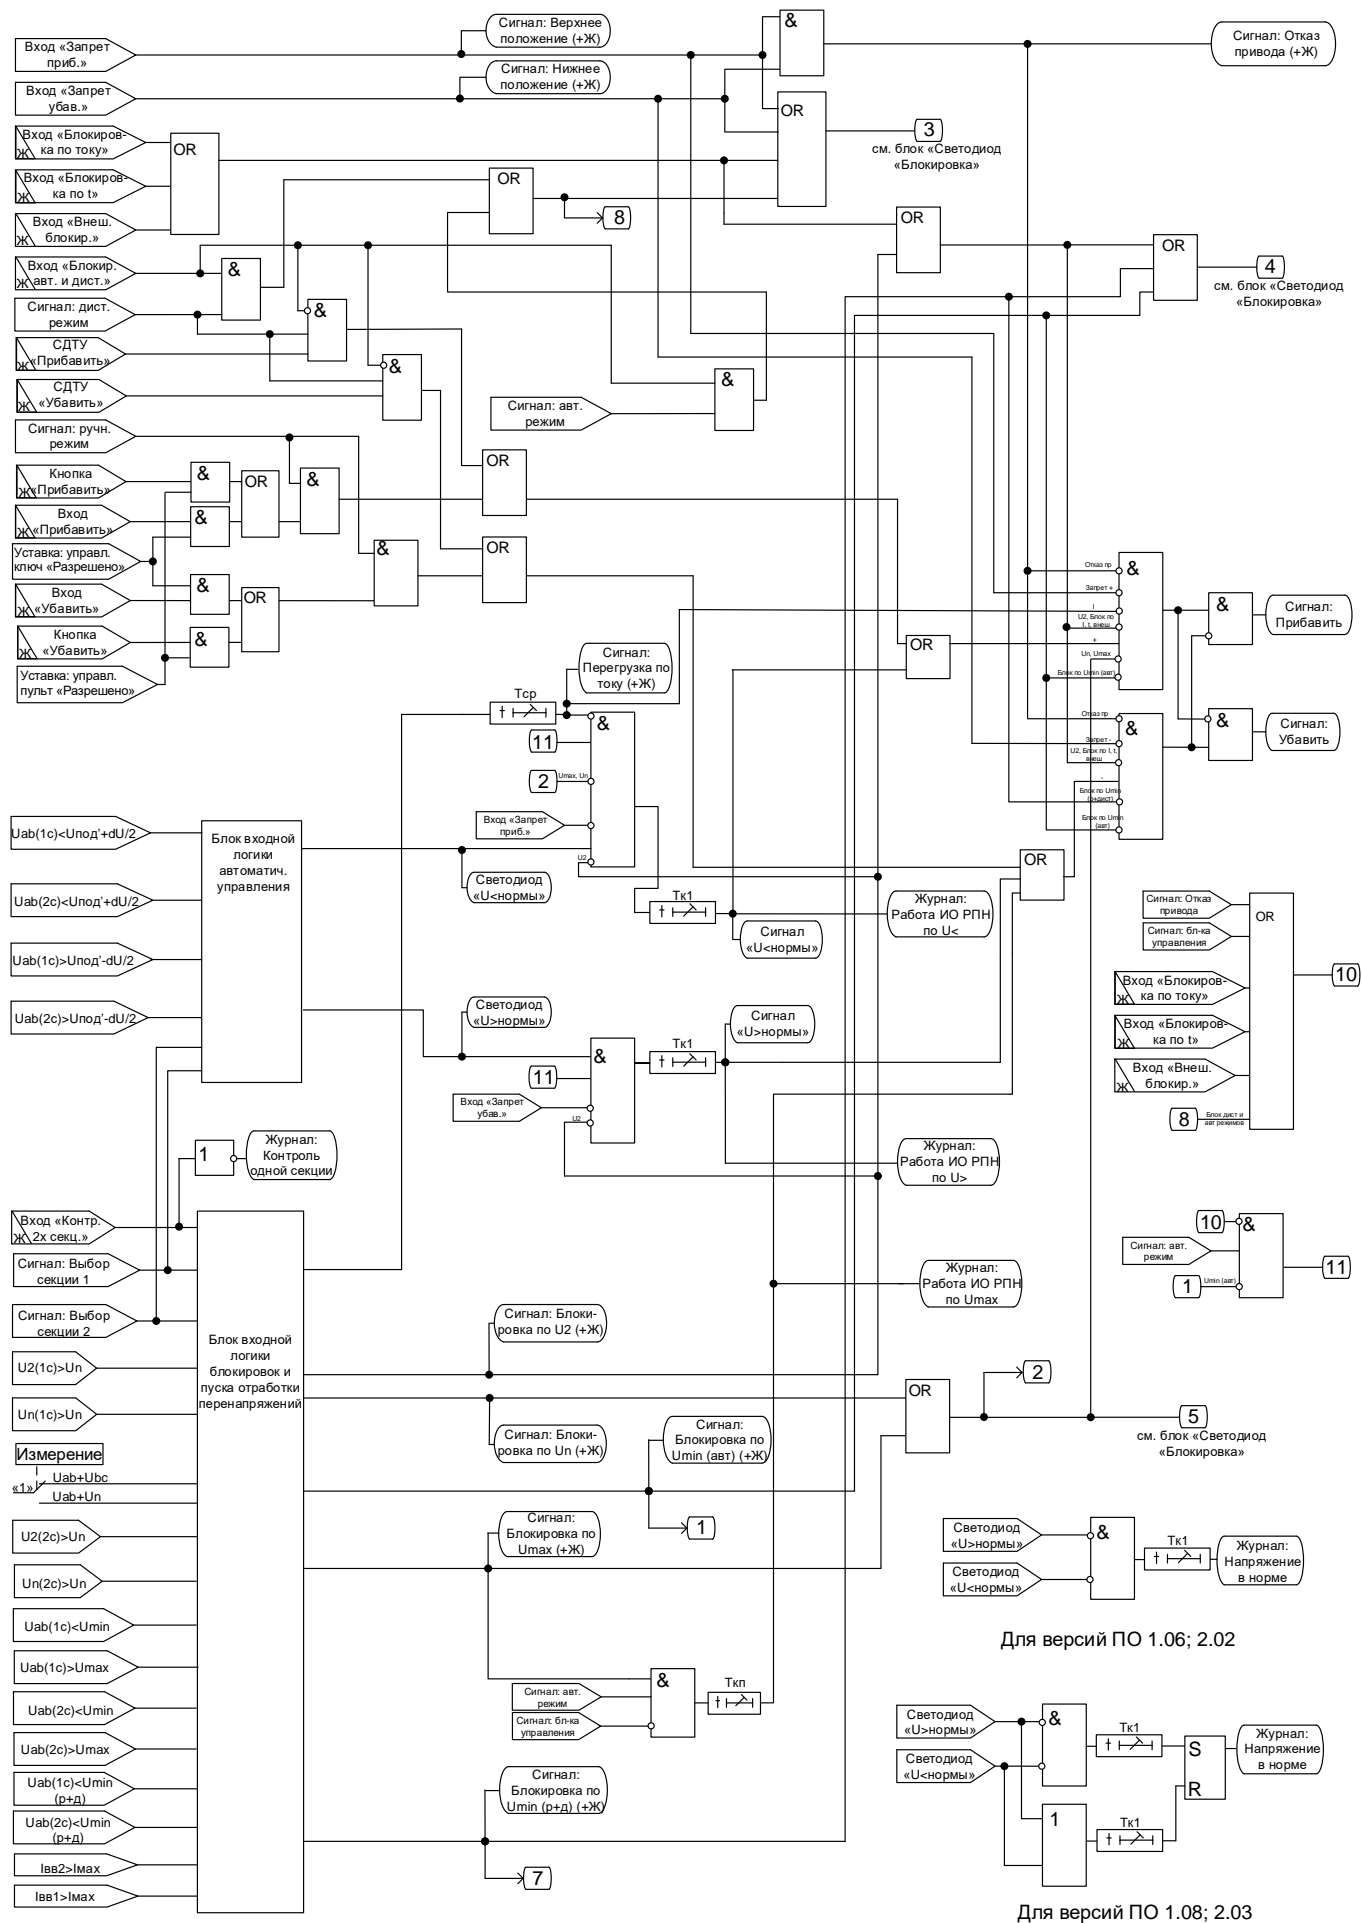
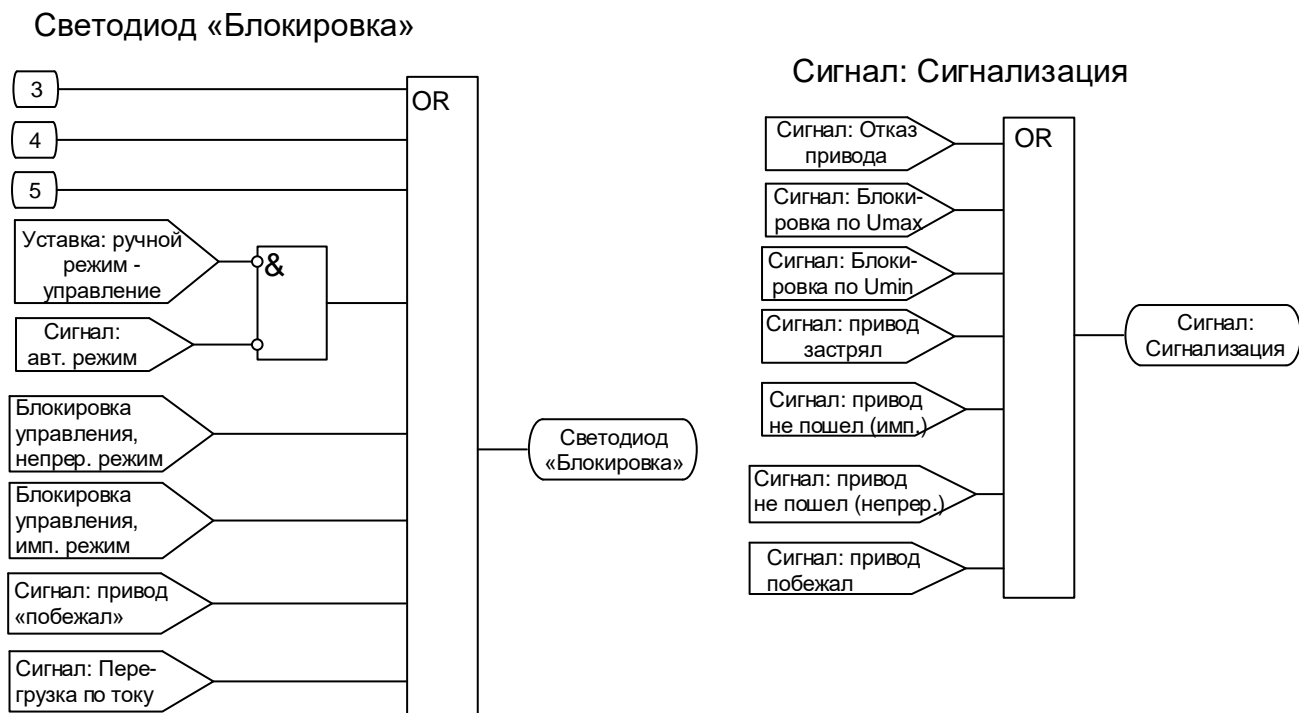

Рисунок 5.1 – Логика формирования команд управления
Рисунок 5.5 – Логика формирования сигналов «блокировка» и сигнала «неисправность привода»
**Блокировки.** Наличие любого сигнала внешней блокировки («Внеш. блок.», «Блокировка по току», «Блокировка по  $t$ ») запрещает формирование команд «Прибавить» и «Убавить» (см. рис. 5.1), формируется сигнал «Блокировка» (см. рис. 5.5). При снятии сигналов внешней блокировки пропадает сигнал «Блокировка», разрешается регулирование.
Если обнаружен сигнал от нижнего концевого выключателя (на входе «Запрет убавить»), то запрещается выдача команды «Убавить», формируется сигнал «Блокировка» (см. рис. 5.5). При снятии сигнала от концевого выключателя снимается сигнал «Блокировка».
Если обнаружен сигнал от верхнего концевого выключателя (на входе «Запрет прибавить»), то запрещается выдача команды «Прибавить» (см. рис. 5.1), формируется сигнал «Блокировка» (см. рис. 5.5). При снятии сигнала от концевого выключателя снимается сигнал «Блокировка».
При одновременном наличии сигналов на дискретных входах «Запрет прибавить» и «Запрет убавить» регулировка напряжения полностью запрещается, формируются сигналы «Блокировка», «Отказ привода», «Сигнализация». Регулятор деблокируется, когда будут сняты оба сигнала (см. рис. 5.1; 5.4; 5.5).
**Внутренняя блокировка по току.** Если в регулируемой секции ток ввода  $I_{вв} > I_{\max}$ , то запрещается выдача команды «Прибавить», формируется сигнал «Блокировка», через время контроля перегрузки по току  $T_{ср}$  формируются длительный сигнал «Перегрузка» и импульсный сигнал «Сигнализация» (см. рис. 5.1). Сигналы «Блокировка» и «Перегрузка» сбрасываются, когда ток уменьшается ниже  $0,95 I_{\max}$ .
**Внутренняя блокировка по  $U_2$**  предназначена для блокировки управления РПН при перегорании предохранителя в цепях ТН. Если в регулируемой секции напряжение  $U_2$  превышает уставку, то регулирование запрещается, формируется сигнал «Блокировка» (см. рис. 5.1 и 5.5). При снижении напряжения ниже 98% порогового значения пропадает сигнал «Блокировка», разрешается регулирование.
**Работа при достижении Umin.** Если в регулируемой секции в автоматическом режиме управления действующее значение напряжения меньше Umin, то запрещается регулирование, формируется длительный сигнал «Блокировка» и импульсный сигнал «Сигнализация» (см. рис. 5.1; 5.4 и 5.5). При повышении напряжения выше 1,02Umin сбрасывается сигнал «Блокировка», разрешается регулирование.
В ручном или дистанционном режимах управления при снижении действующего напряжения регулируемой секции меньше Umin (р+д), запрещается формирование команды «Убавить», формируется длительный сигнал «Блокировка» и импульсный сигнал «Сигнализация» (см. рис. 5.1; 5.4 и 5.5). При повышении напряжения выше 1,02Umin(р+д) сбрасывается сигнал «Блокировка», разрешается формирование команды «Убавить».
- запрещается выдача команды «Прибавить», формируется длительный сигнал «Блокировка» и импульсный сигнал «Сигнализация» (см. рис. 5.1; 5.4 и 5.5);
**Контроль двух секций.** Если контролируются обе секции (установлен сигнал «Две секции») и обнаружено превышение граничных условий в любой из двух секций («Перегрузка», «Перенапряжение», «Низкое U» и т.д.), то формируется длительный сигнал «Блокировка» и импульсный сигнал «Сигнализация» и блокируется выдача соответствующей команды управления (см. рис. 5.1; 5.4 и 5.5).
Если условие (5.4) выполняется, то спустя время Тк1 формируется сигнал «Прибавить» (см. рис. 5.1).
**Программа понижения напряжения.** Если выполняется условие (5.5), то включается светодиод «U>нормы», запускается таймер Тк1 (задержка формирования первичной команды на управление приводом). В течение этого времени контролируется выполнение условия (5.5). Если условие (5.5) не выполняется, то сбрасывается подсчет Тк1 и выключается светодиод «U>нормы». Если условие (5.5) выполняется, то спустя время Тк1 формируется сигнал «Убавить» (см. рис. 5.1).